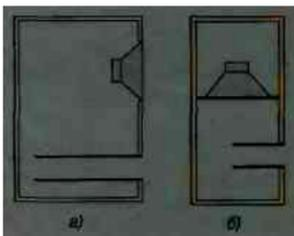

Рис. 1. а) ящик с **фазоинвертором**
К. К. Действительно, ящик с **фазоинверсным** приспособлением (рис. 1а) является "природным" акустическим **фильтром** нижних частот. **Ведь**, как мы **уже** писали ранее, труба **фазоинвертора**, акустически прозрачная для басов, становится все большим и большим препятствием по **мере** увеличения частоты.
Придадив такой дополнительный ящик-резонатор к любой АС, например к закрытому ящику, мы получим **простейший** **полосовой** резонатор (рис. 1б).
- а) типичную конструкцию полосового резонатора (рис. 1б);